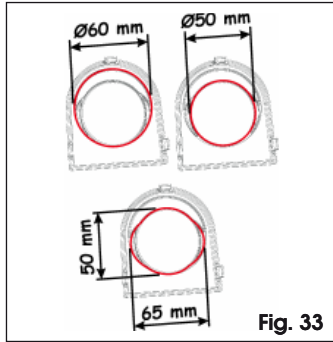

Fig. 33
- Open op de voorste dop het breekplaatje dat overeenkomt met het type arm dat is gemonteerd, zie Fig. 33, en zet hem vast aan de behuizing van het ontgrendelingsmechanisme.